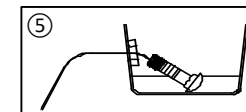

Figura 2
- Retirar el panel guardapolvo del lado del pasajero (RH).** Con un destornillador de punta plana, retirar (2) remaches de plástico y usar un cubo de 10 mm para retirar (1) tuerca. Devolver al propietario del vehículo.
- Instalar el enganche-** (a) Instalar los pernos de carruaje. Retirar los tapones de goma en los orificios de acceso al bastidor ubicados en la parte inferior del bastidor hacia el frente de los orificios de montaje. Insertar pernos 7/16" ① y espaciadores ② a través de los orificios de acceso usando cables de insertar ⑤ a través de los orificios de montaje ubicados en la cara exterior del bastidor en ambos lados, ver la **Figura 2**, y dejar el cable de insertar unido. (b) Levantar el enganche a su posición. Deslizar los alambres y pernos a través de los orificios de montaje del enganche y retirar el cable de halar, asegurar sin apretar la arandela cónica y las tuercas de 7/16" ④, ver la **Figura 1**